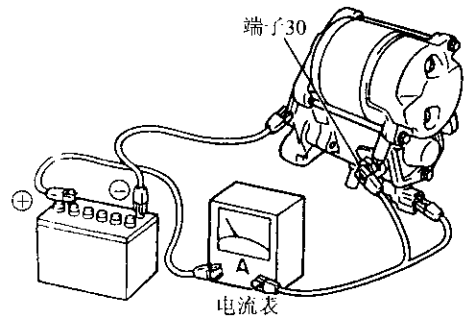

图 8-35 空载性能测试
(4) 进行空载性能测试。
①如图 8-35 所示把电瓶和电流表接到起动机上。